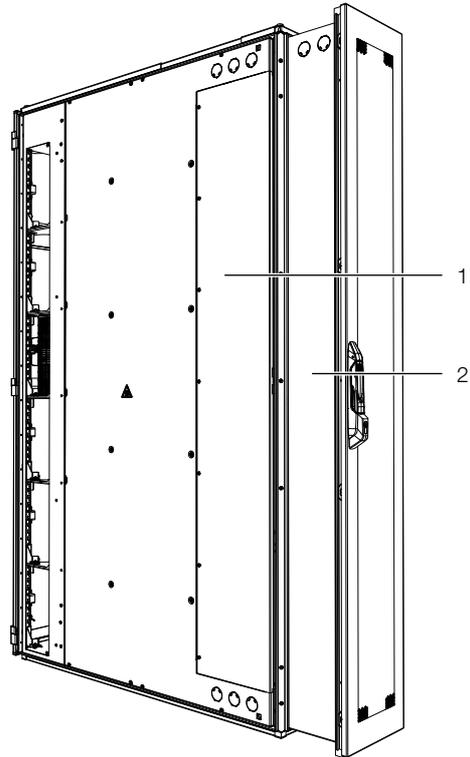

Abb. 31: Adapter am LCP Inline
- Adapter (Abb. 31, Pos. 2) an der rückseitigen Öffnung des LCP Inline mit jeweils vier der beigelegten Schrauben (Abb. 31, Pos. 1) links und rechts befestigen.